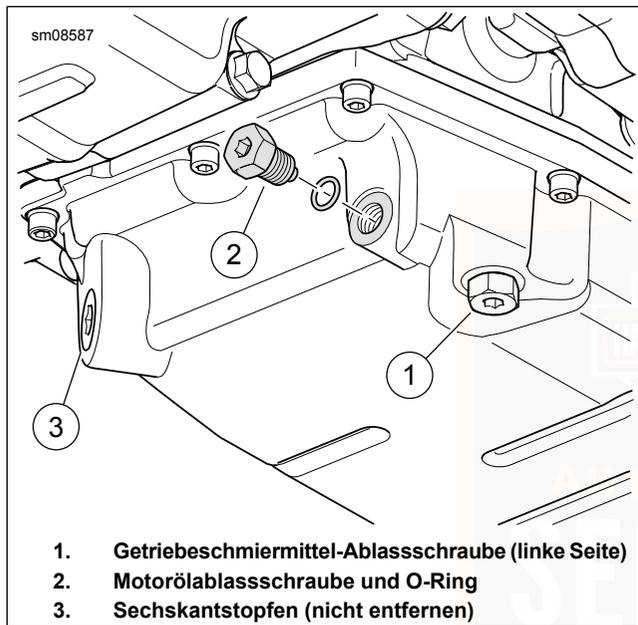

Abbildung 66. Ölwanne
3. Siehe Abbildung 66. Die Ölablassschraube (2) und den O-Ring entfernen. Das Öl vollständig ablaufen lassen.